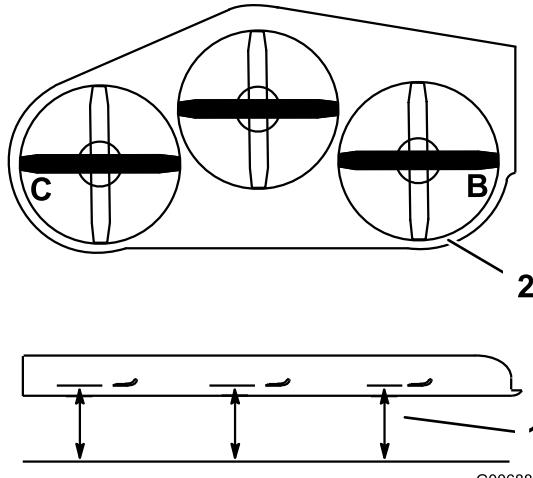

図 80
4. **B** 位置および **C** 位置で、平らな床面からブレードの刃先までの距離を測定する図 80。